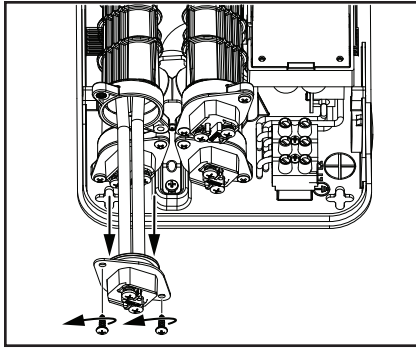

Figure 20 - Démontez un élément.
- 6 Une fois les fils de l'élément écartés, à l'aide d'un tournevis Phillips, retirer les deux vis de fixation qui maintiennent l'élément dans la chambre. Insérer le bout d'un tournevis à tête plate entre l'élément et le logement de la chambre pour dégager avec précaution l'élément de la chambre. Tirer l'élément vers le bas et hors de la chambre. Avec une serviette, essuyer toute l'eau ayant pu s'écouler de la chambre. Voir Figure 20. **AVIS :** Protéger la carte de circuit imprimé de l'eau. Si plusieurs éléments sont remplacés, effectuer ce qui suit avant de démonter et de remplacer d'autres éléments.